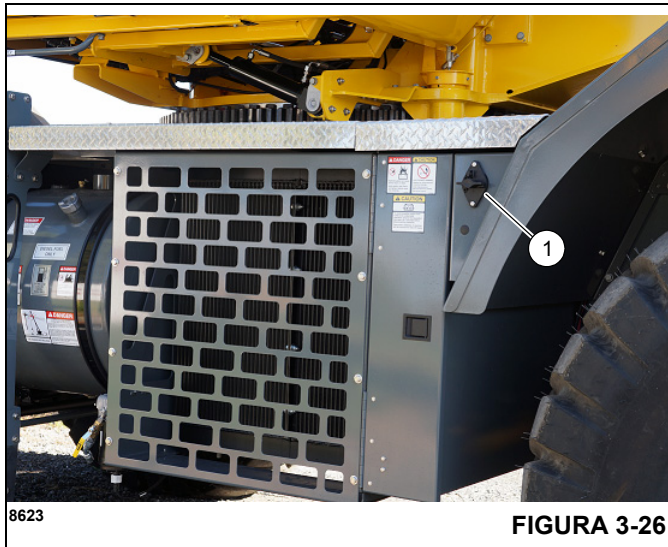

FIGURA 3-26
Compruebe que la manija del interruptor de las baterías (1) (Figura 3-26) esté en la posición de encendido (la manija se ilustra en la posición OFF [apagado]).